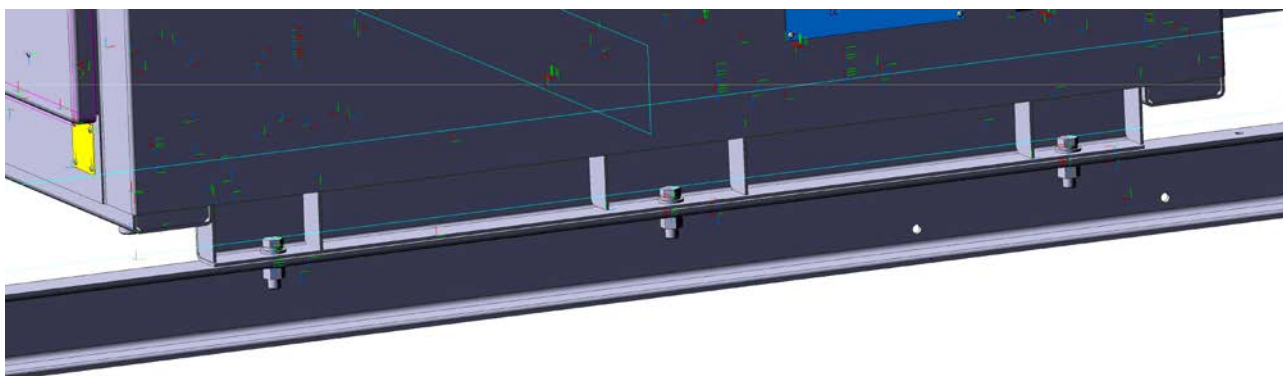

Рисунок 5
8.2 Установить на раму высоковольтный модуль (Рисунок 5), закрепить его с помощью шести болтов М12.